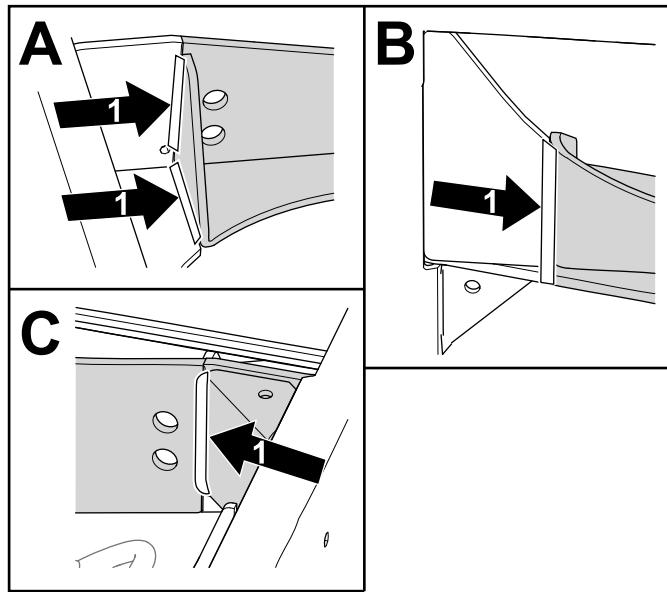

Figura 15
- Solde o suporte do eixo à estrutura nas áreas que se mostram em (Figura 15). Repita no outro lado.